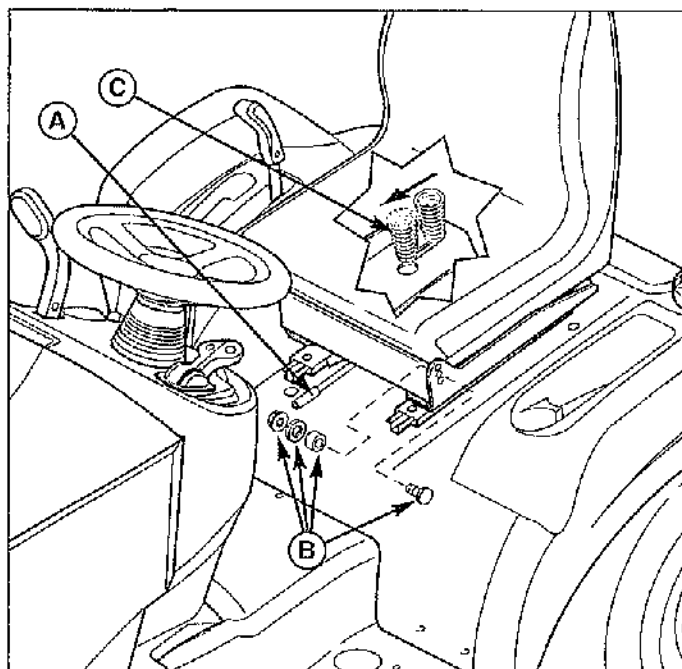

Figure 47. Réglage du siège
Le siège peut être réglé d'avant en arrière. Actionner le levier (A, figure 47), mettre le siège sur la position désirée et relâcher le levier pour le verrouiller en place.
Les ressorts du siège (C, figure 47) peuvent être réglés pour procurer une conduite plus douce ou plus ferme. Incliner le siège vers l'avant et faire glisser l'ensemble de ressort (C) vers l'avant pour une conduite plus douce, vers l'arrière pour une conduite plus ferme.